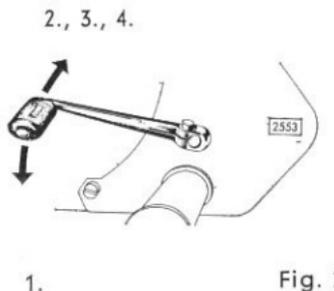

Fig. 2
- Schalten der Gänge beim V- und M-Motor (Fig. 2).